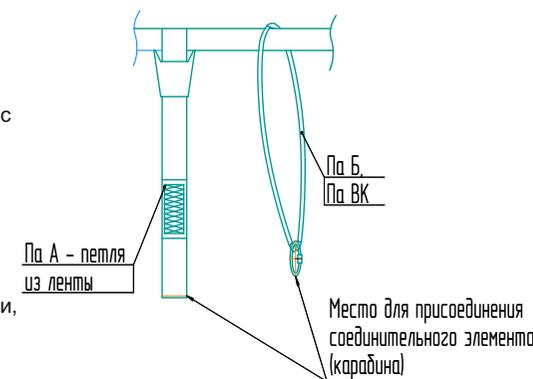

рис. 1
4.3.1. Петля Па А (ВГ) крепится к опоре путём затягивания «удавки», строп крепится к петле монтажным карабином в проушину (место для подсоединения монтажного карабина (рис. 1)).
4.3.2. Петли Па Б (ВГ), Па ВК (ВГ) крепятся к опоре путем обхвата и соединения концов петли соединительным карабином, строп крепится к петле монтажным карабином к соединительному карабину (место для подсоединения монтажного карабина рис. 1)